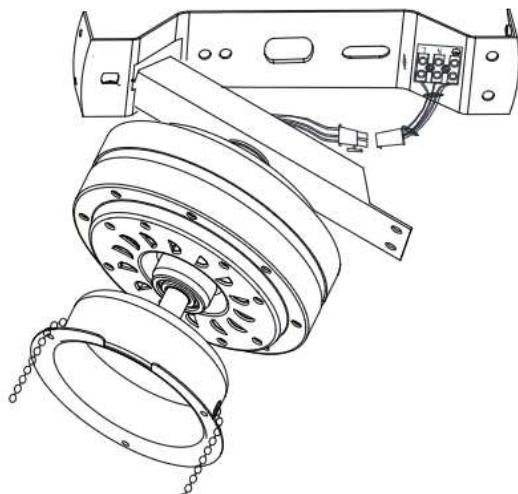

Fig. 5
- Dopo aver completato il cablaggio elettrico sul terminale di staffa di montaggio e il collegamento del motore della ventola e il cablaggio fissa tramite le 4 porte-connettori rapidi. Fig.5.
2. Fissare le pale con 3 viti per pala e assicurarsi che le 3 viti della pala siano strette in modo uniforme. Non stringere troppo le viti per non danneggiare le pale. Ripetere questa procedura per ogni pala. Fig 5.